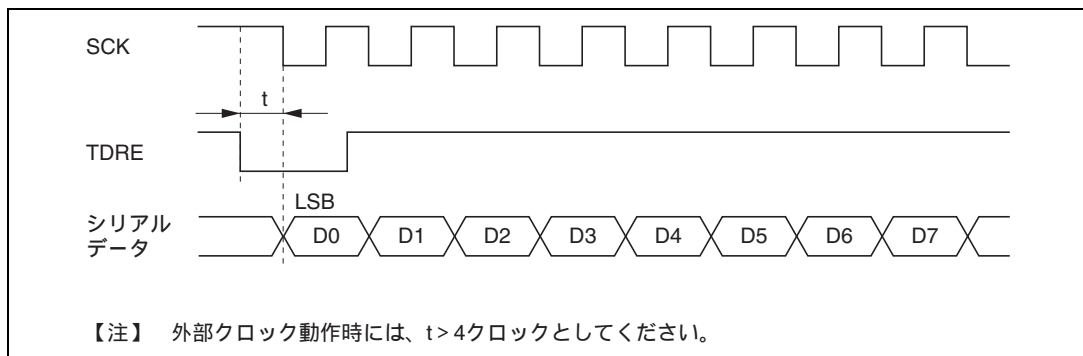

図 12.22 DTC によるクロック同期式送信時の例
(7) DTC 使用上の制約事項
- 同期クロックに外部クロックソースを使用する場合、DTCによるTDRの更新後、φクロックで5クロック以上経過したあとに、送信クロックを入力してください。TDRの更新後4クロック以内に送信クロックを入力すると、誤動作することがあります。(図12.22)